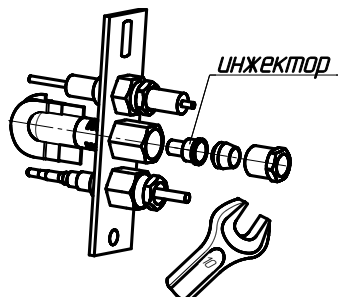

Рис.7. Замена инжектора пилотной горелки
- пилотная горелка - заменить инжектор (Рис.7) для природного газа (отв. Ø0,29мм), на инжектор для сжиженного газа (отв. Ø0,24мм);